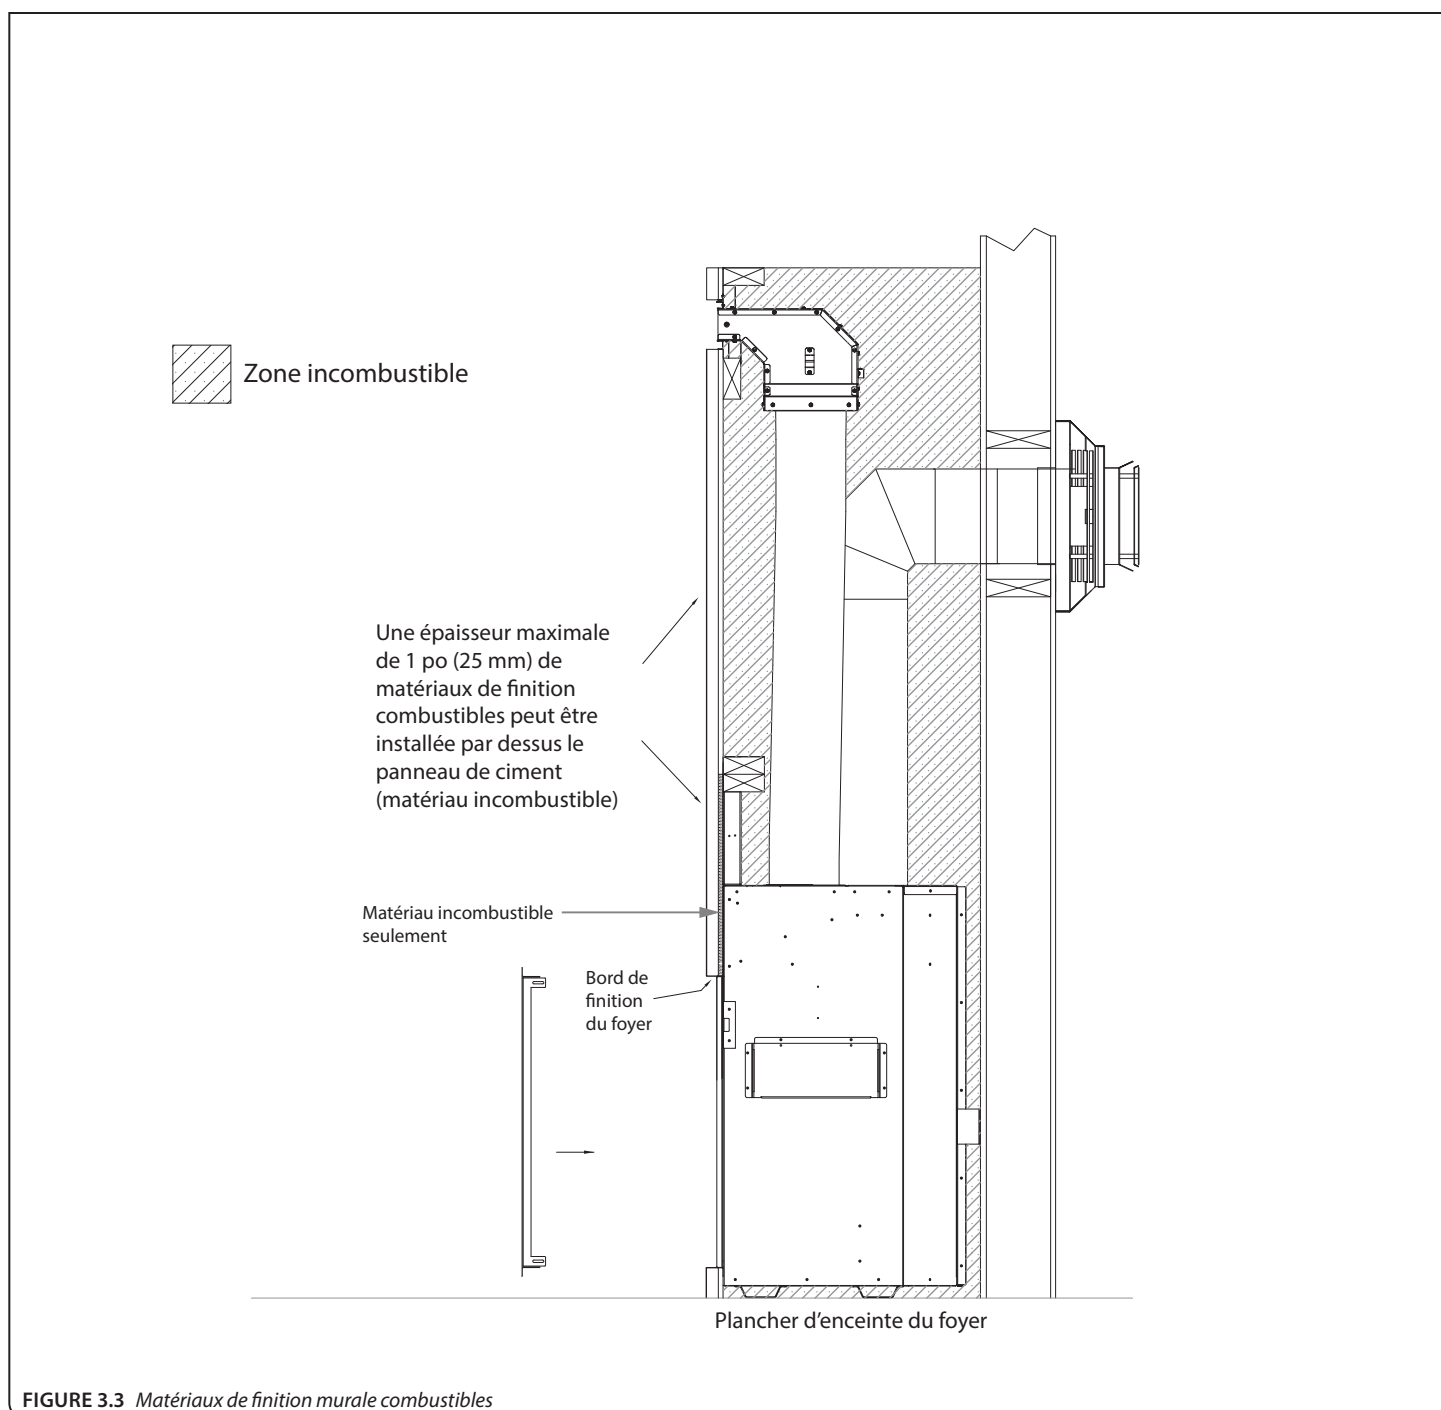

FIGURE 3.3 Matériaux de finition murale combustibles
- La **FIGURE 3.3** montre l'installation de matériaux combustibles de finition murale d'une épaisseur maximale de 1 po (25 mm). Ces matériaux combustibles sont installés par dessus tous les matériaux incombustibles exigés, tels que montrés à la **FIGURE 3.1** (page 11).